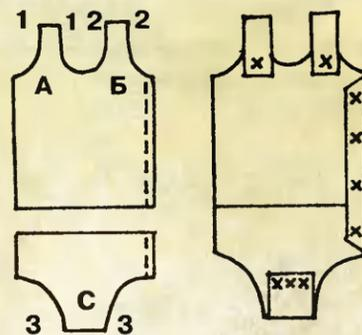

Рис. 2
1. Распорите трусики и маечку по швам, выделенных на рис. 2 пунктирной линией.